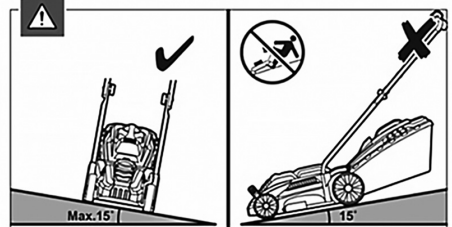

Рис. 12 Положение газонокосилки при скашивании на склонах
- Запрещается работать газонокосилкой, если угол склона превышает 15° (Рис. 12).